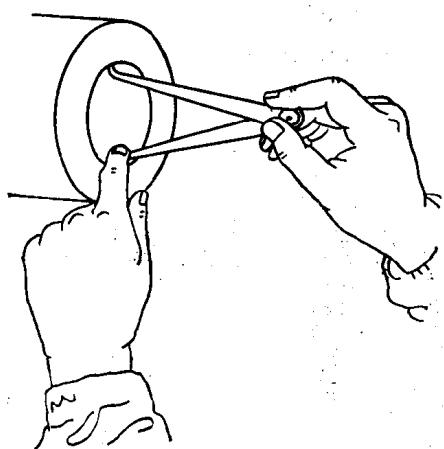

图1-33 内卡钳测量孔径尺寸
2) 内卡钳测量孔径尺寸 用已校正为零位尺寸的内卡钳来检测已加工后的孔径尺寸，用右手手指把住内卡钳上部相合处，并伸至加工的孔内，用左手一指按住一卡脚，使另一卡脚左右摆动，并边作前后移动边作摆动，观察其最小摆动量（估计为多少mm尺寸），见图1-33。所测得的卡钳单脚摆动量S应在最大摆动量计算值的范围内即合格。